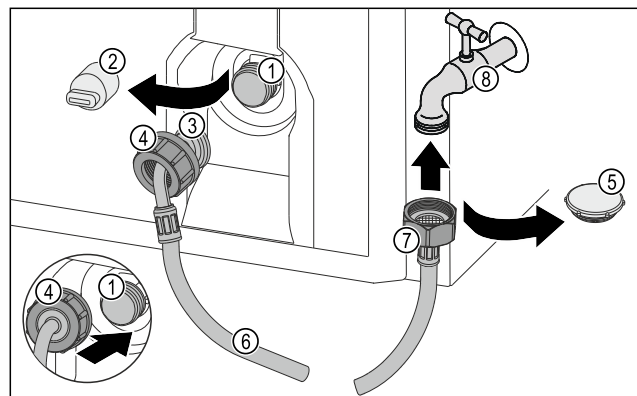

Fig. 74
- ▶ Rimuovere il coperchio di chiusura Fig. 74 (5).
- ▶ Posizionare l'estremità del flessibile diritta Fig. 74 (7) sul rubinetto dell'acqua Fig. 74 (8).
- ▶ Stringere in senso orario sull'estremità del flessibile diritta Fig. 74 (7) in senso orario.